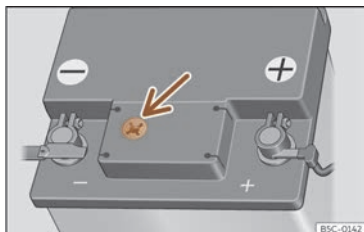

Fig. 232 Fereastră de vizitare în partea superioară a bateriei de 12 V (reprezentare schematică).
- Verificați afișajul color din geamul de vizitare de pe partea superioară a bateriei >>> **fig. 232.**